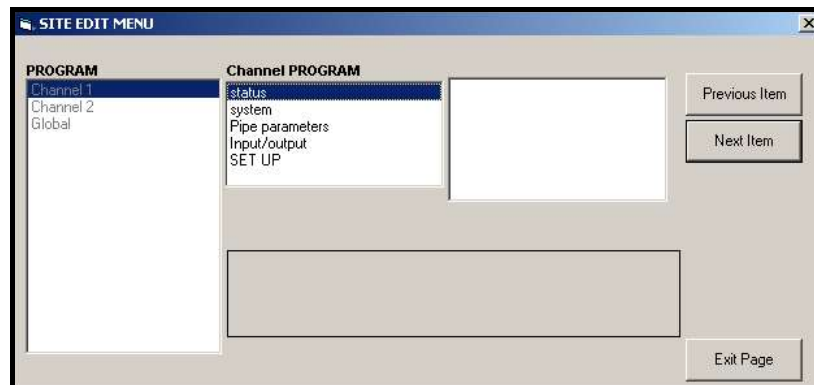

Figura 41: Ventana del menú de edición del sitio
3. Para introducir datos en el programa de usuario, haga doble clic en el *menú de edición del sitio*. La ventana aparece de forma similar a la *Figura 41*.
4. Para entrar en el menú Canal 1, Canal 2 o Global, resalte y haga doble clic en el menú deseado en el panel izquierdo. Por ejemplo, al hacer clic en el canal 1 en la *Figura 41*, se abre la lista de opciones que se muestra en el panel central.
PanaView volverá al menú de Programación de canal (véase *Figura 41 en la página 76*). Proceda a la opción Sistema.
- Si no está utilizando Flujo másico, PanaView volverá a la ventana del programa del canal que se muestra en la Figura 41 en la página 76. Proceda a la Opción de tubería.
PanaView volverá a la ventana del programa de canales que se muestra en *Figura 41 en la página 76*. Proceda a la Opción de tubería en la página siguiente.